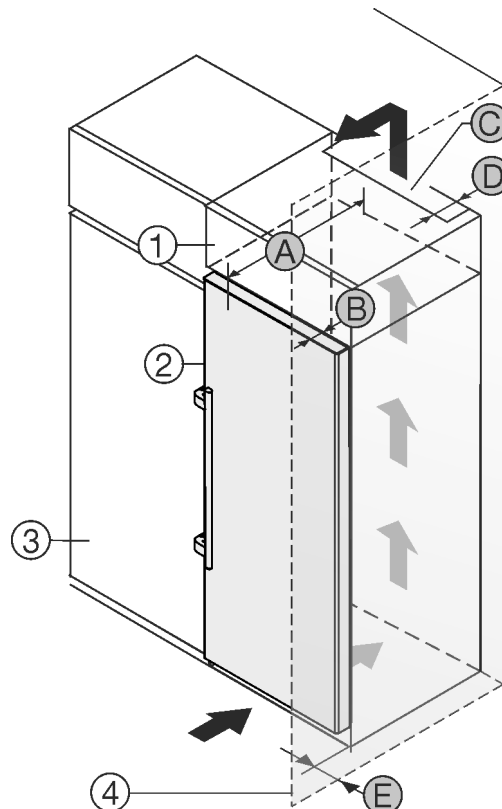

Fig. 1
Sie können das Gerät direkt neben dem Küchenschrank Fig. 1 (3) aufstellen.
An der Rückseite des Aufsatzschranke muss ein Abluftschacht mit der Tiefe Fig. 1 (D) über die gesamte Aufsatzschrankbreite vorhanden sein.
Unter der Raumdecke muss der Entlüftungsquerschnitt Fig. 1 (C) eingehalten werden.
Wenn Sie das Gerät mit den Scharnieren neben einer Wand Fig. 1 (4) aufstellen, dann muss der Abstand zwischen Gerät und Wand mindestens 57 mm betragen. Dies entspricht dem Griffüberstand bei geöffneter Tür.
Damit Sie die Tür vollständig öffnen können, muss das Gerät um die Türtiefe Fig. 1 (B) gegenüber der Küchenschrankfront vorstehen. Abhängig von der Tiefe der Küchenschränke Fig. 1 (3) und Verwendung von Wandabstandshaltern kann das Gerät weiter herausragen.